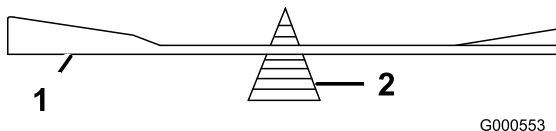

Figura 66
- Verifique o equilíbrio da lâmina colocando-a num equilibrador de lâminas (Figura 66).